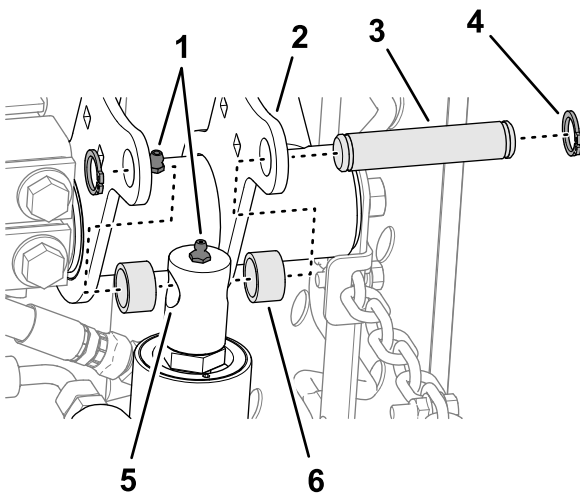

Bild 15
- Bewegen Sie die Hubzylinderstange langsam, bis sie mit den Löchern in den rechten Hubarmflanschen fluchtet (Bild 15).
- Montieren Sie die Stange mit dem Befestigungsstift, zwei Distanzstücken und zwei Sprengringen an den Flanschen (Bild 15).
- Tragen Sie Lithiumfett Nr. 2 auf die Schmiernippel des Hubarms und des Hydraulikzylinders auf (Bild 15).
1. Richten Sie die Löcher in den Platten des vorderen Trägerrahmens auf die Löcher in den Montageplatten des Mähwerks aus (Bild 15).